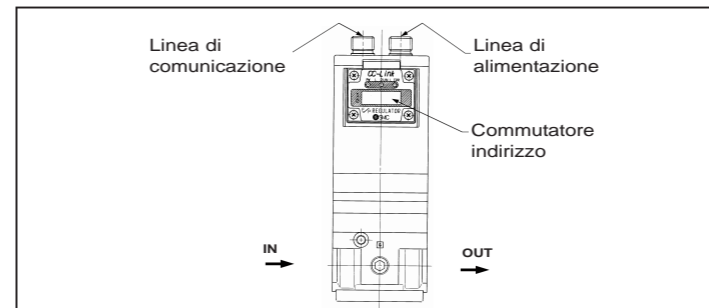

Fig 6
- L'impostazione del commutatore di indirizzo richiede la rimozione delle 4 viti collocate nel pannello anteriore dell'unità (Fig 6). Verificare che il pannello non sia agganciato con un'inclinazione superiore a 90 gradi.